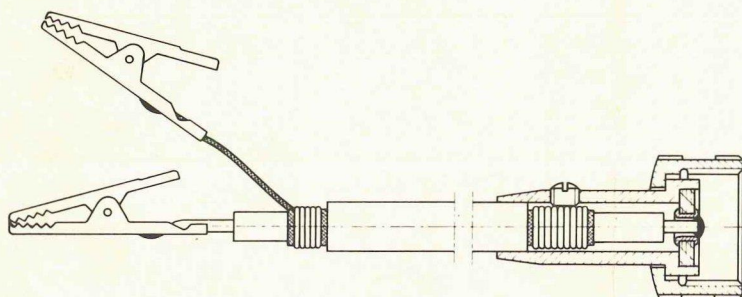

Fig. 10 - Preparazione del cavo di collegamento.
**Preparazione del cavo di collegamento - Fig. 10**